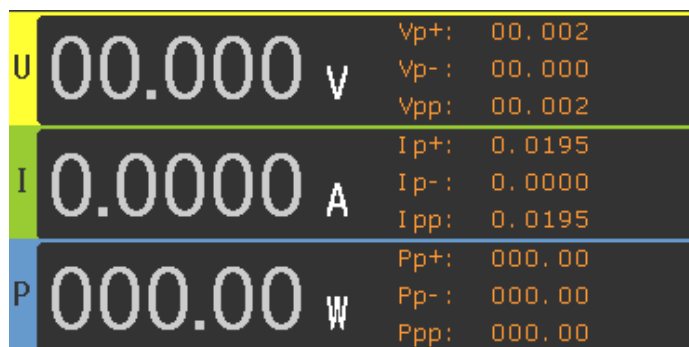

图 4-1
- U,I,P PPon:如图 4-1 所示, 显示电压、电流、功率、峰值、纹波值